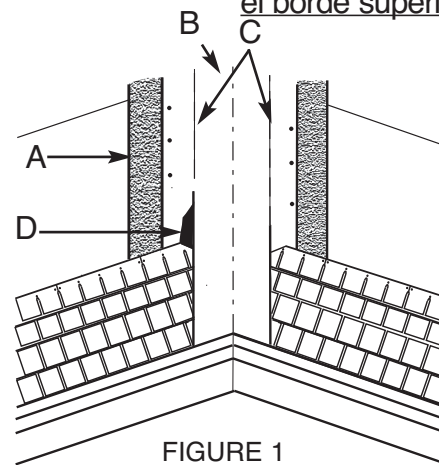

FIGURE 1
**OPEN METAL VALLEY:** (FIGURE 1) For longer roof performance, metal valleys are recommended. Complete valley flashing before shingles are applied. Center a 36" width strip of ICE & WATER PROTECTOR (A) in the valley. Ensure flashing is tight to the deck, then fasten with only enough nails to hold in place, nailing at the edges only. Center a minimum 24" wide, minimum 28 gauge pre-finished/galvanized metal valley liner (B) in the valley, and fasten with only enough nails to hold in place, nailing at the edges only. Snap two chalk lines (C) the full length of the valley, 6" apart at the top and increasing in width 1/8" per foot towards the bottom. When the shingles are being applied, lay them over the valley flashing, trim the ends to the chalk line, and cut a 2" triangle off the corner to direct water into the valley (D). Embed the valley end of each shingle into a 3" band of asphalt plastic cement (D), and nail the shingles 2" back from the chalk line, 2 3/4" down from the top edge of the shingle.
**LIMAHOYAS METALICAS ABIERTAS:** Se recomienda las limahoyas metálicas para obtener un mejor desempeño del tejado. Complete el guardaguas en la limahoya antes de colocar las tejas. Centre una banda de 36" de ancho de la membrana impermeabilizante Ice & Water Protector (A) a lo largo de la limahoya o valle. Asegúrese que la hojalata este firme en la cubierta, luego clave sólo en los bordes con la cantidad suficiente de clavos para que se mantenga en su lugar. Centre una lamina de hojalata (B) galvanizado / prefabricado de calibre 28 y de 24" de ancho como mínimo y clávelo sólo en los bordes con la cantidad suficiente de clavos para que se fije a su lugar. Trace dos líneas de tiza (C) del largo total del vértice, a 6" una de la otra en la parte superior, aumentando 1/8" de ancho por pie hacia la parte inferior. Cuando coloque las tejas, tiéndalas sobre la limahoya, recorte los extremos en las líneas de tiza y corte un triángulo de 2" de la esquina para hacer que el agua se dirija al vértice (D). Incruste el extremo del vértice de cada teja en una banda de cemento asfáltico plástico de 3" (D) y clave las tejas 2" hacia el lado desde la línea de tiza, y 2-3/4" hacia abajo desde el borde superior de la teja.